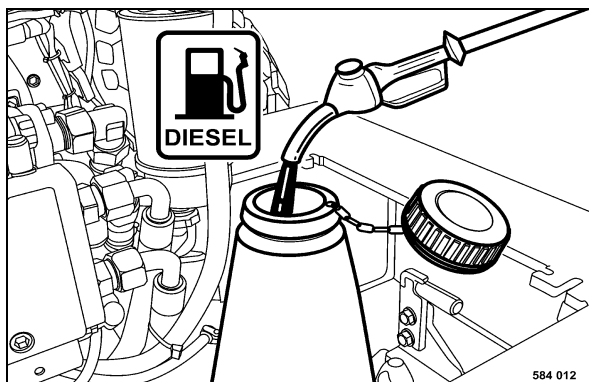

Fig. 124
- Ouvrir le couvercle de fermeture (Fig. 124) du réservoir à carburant.